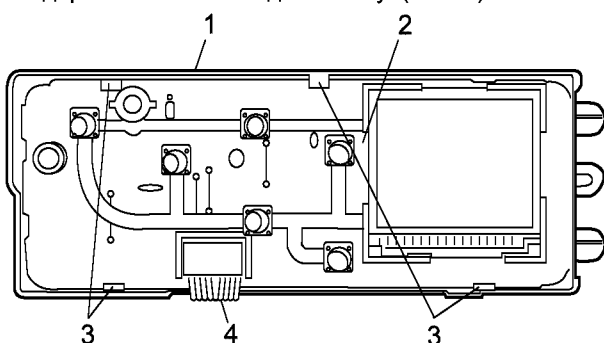

Рис. 5
5. Для отсоединения платы от крышки загнуть 4 держателя и освободить плату. (Рис. 5)